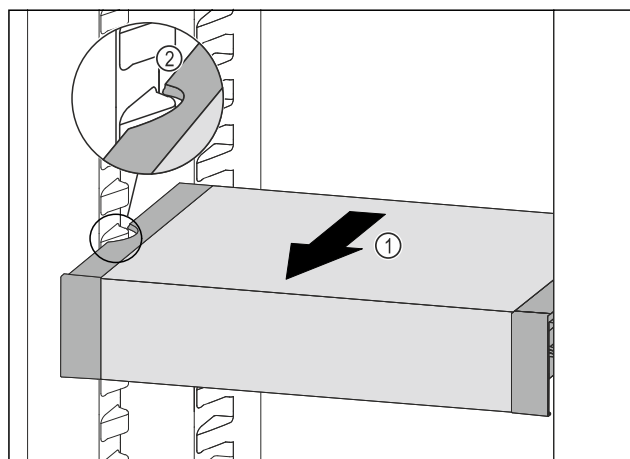

Fig. 107
- ▶ Táhněte VarioSafe dopředu Fig. 107 (1), dokud nebudou boční vybrání VarioSafe na úrovni žebrování na nádoby v chladničce. Fig. 107 (2)